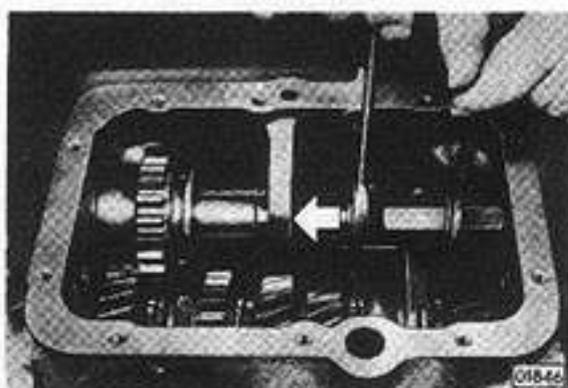

Fig. 9 - Extracción del eje del engranaje intermedio de marcha atrás
1. Extraer el eje del engranaje intermedio de marcha atrás (Fig. 9), trabar la bolilla.